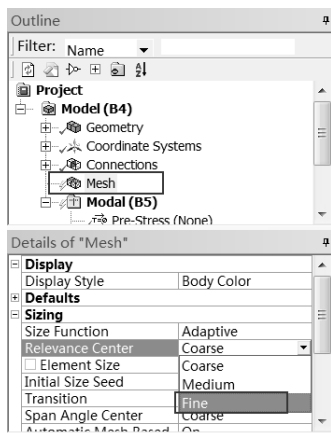

图 10-52 设置网格大小
Step3 :选择 Mechanical 界面左侧 Outline(分析树)中的 Mesh 选项,此时可在 Details of “Mesh”(参数列表)中修改网格参数,如图 10-52 所示,在 Sizing 的 Relevance Center 中选择 Fine 项,其余采用默认设置。